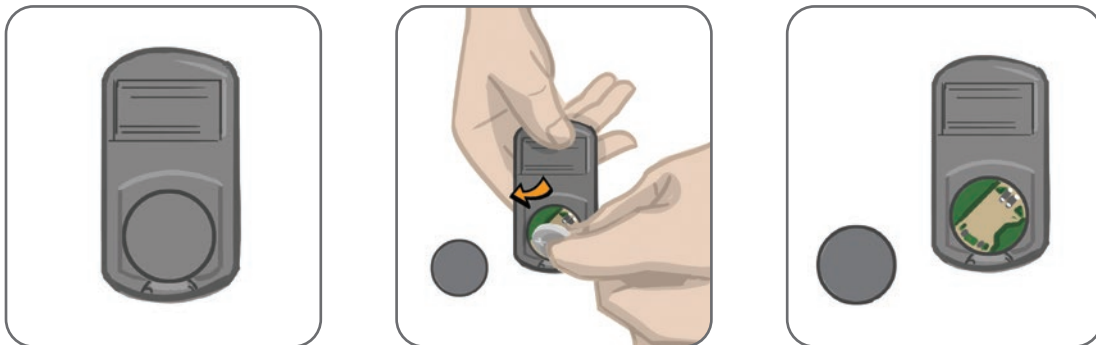

Ilustración 11-2: Cómo sustituir la batería de la unidad de control
1. Use la cavidad de la parte trasera de la unidad de control para levantar la tapa de la batería. Si tiene dificultades para retirar la tapa, puede usar una moneda para abrirla. Consulte la ilustración 11-2.